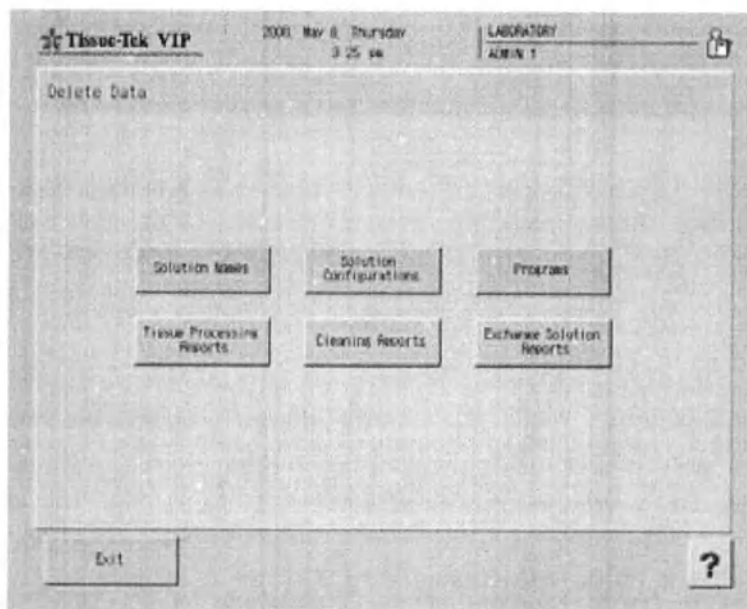

Рис. 87 Удаление данных
- Появится соответствующее меню (Рис. 87).